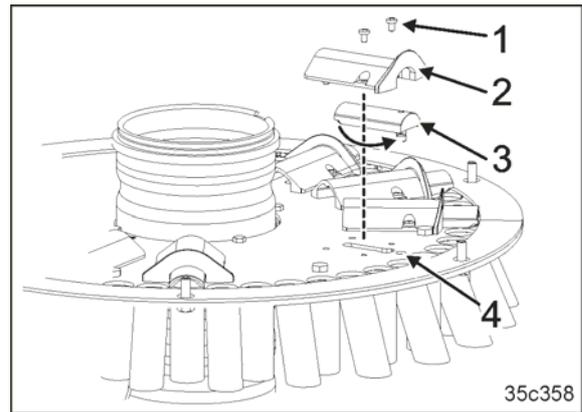

Рис. 213
10. Выверните болты (Рис. 213/1).
11. Снимите туннель заслонки (Рис. 213/2).
12. Заслонка (Рис. 213/3) установлена в направляющей.
13. Поверните заслонку (Рис. 213/3) и вставьте ее в отверстие (Рис. 213/4).
14. Прикрутите туннель заслонки (Рис. 213/2) на монтажную пластину.